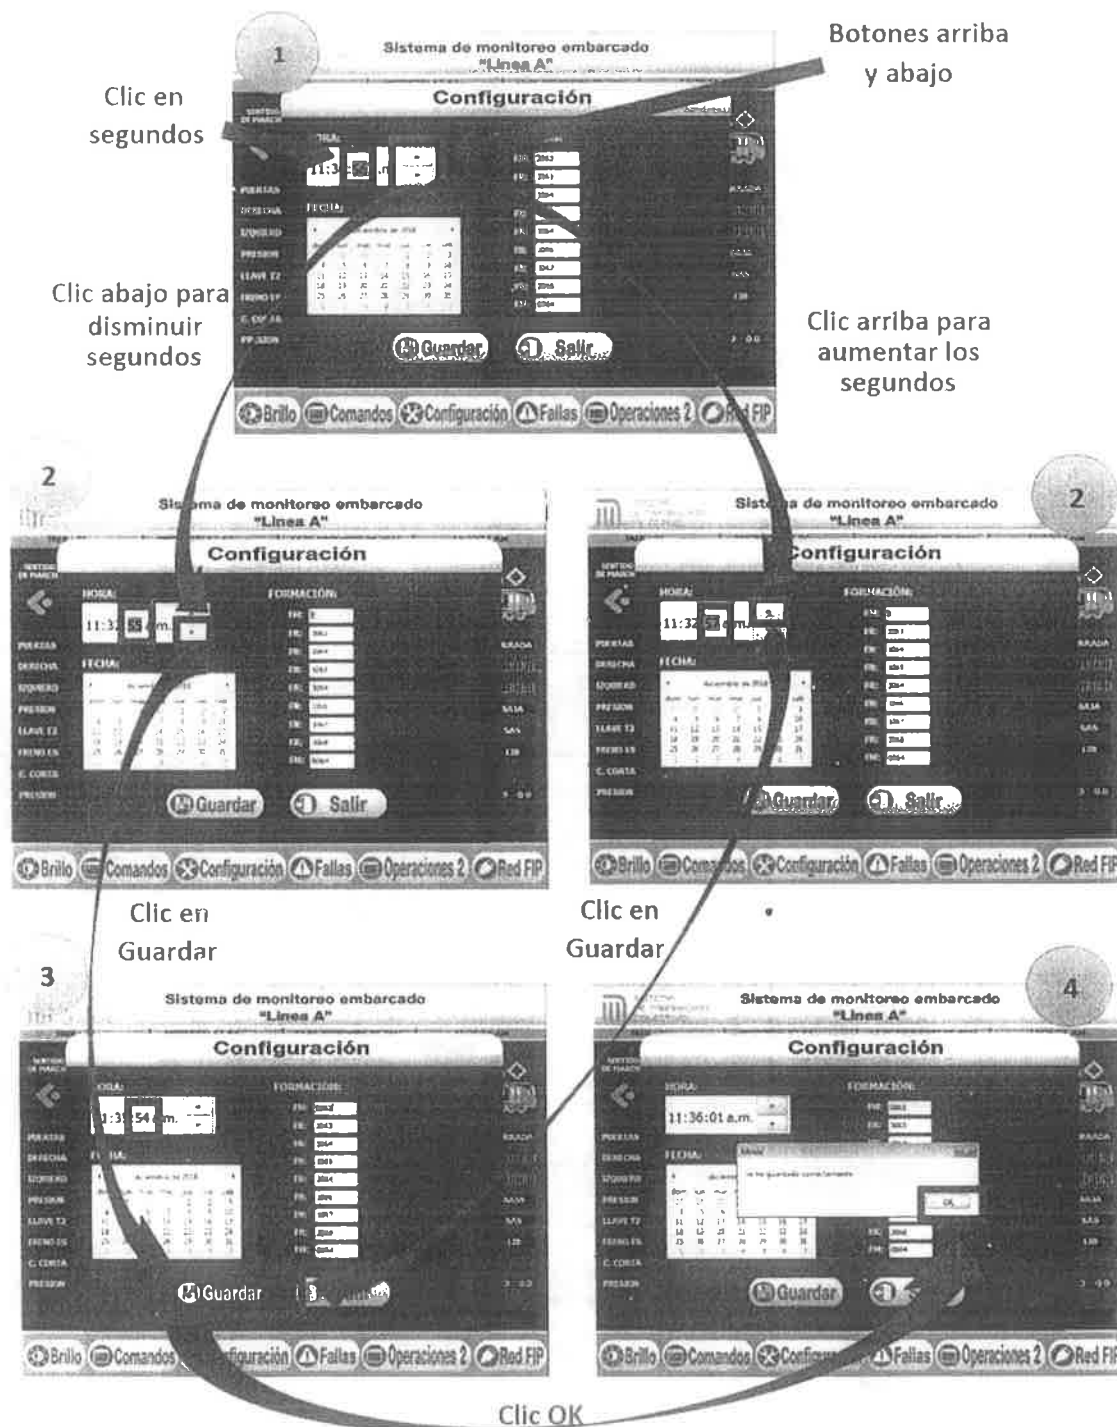

Figura 31. Proceso de modificación de segundos en pantalla de configuración.
3. Cambiar **solo los segundos** es de la misma forma que con la hora y los minutos, solo que ahora será necesario dar clic en los segundos para posteriormente dar clic en los botones guardar y OK (Figura 31).